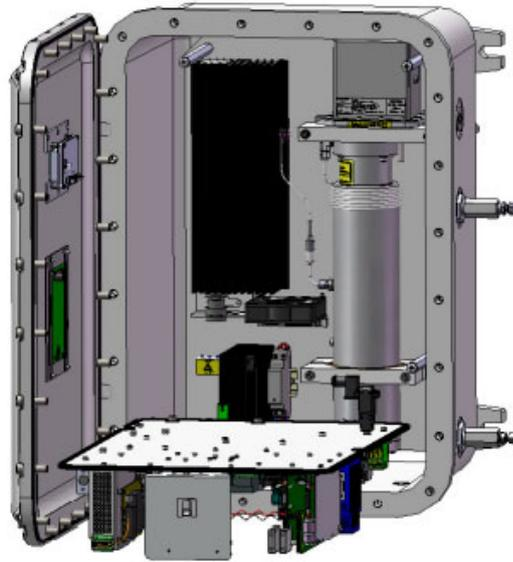

Figura 32. Componentes eletrônicos do nível superior abaixados para expor o painel de amostra
12. Apoie o painel eletrônico sem removê-lo completamente do invólucro. Consulte a Figura 32.